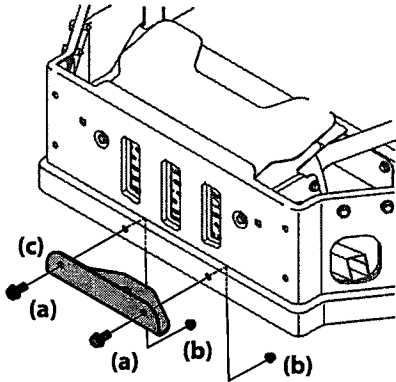

Figura 2-9
1. Extraiga los tornillos hexagonales con brida (a), las arandelas y las tuercas de seguridad (b) con brida que sujetan la ménsula de enganche (c) al paragolpes. Consulte Figura 2-9.